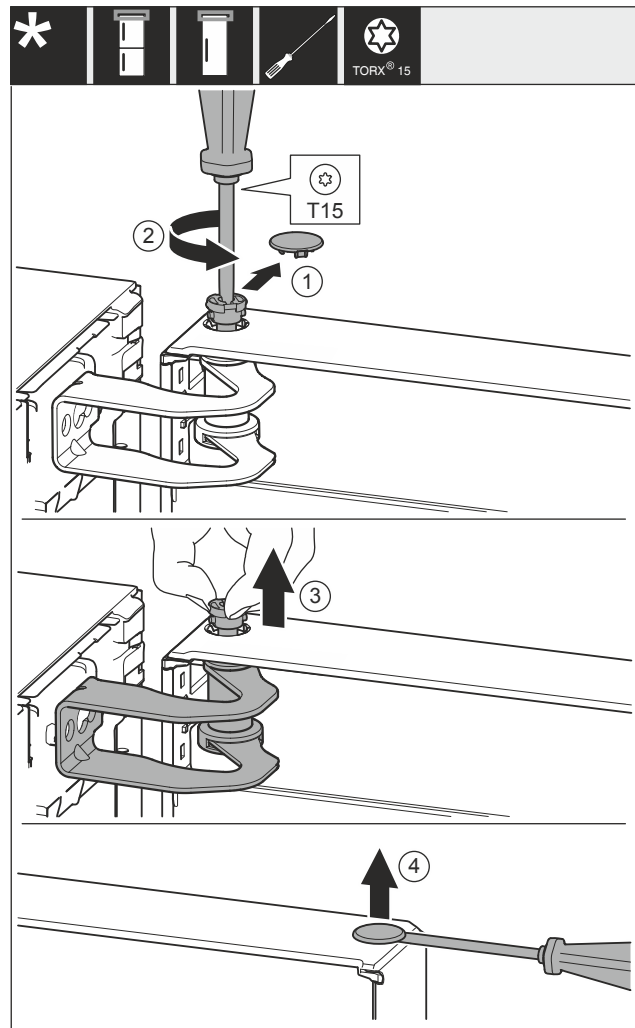

Fig. 24
- ▶ Abdeckung Fig. 24 (1) vorsichtig entfernen.
- ▶ Bolzen Fig. 24 (2) mit Schraubendreher ein Stück herausdrehen.
- ▶ Bolzen Fig. 24 (3) mit den Fingern herausziehen.
- ▶ Abdeckung Fig. 24 (4) vorsichtig mit einem Schraubendreher anheben und entfernen.